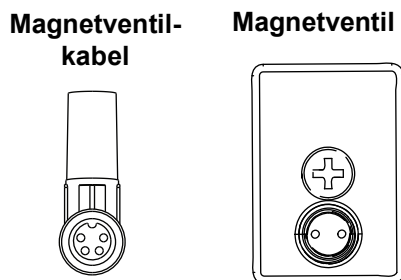
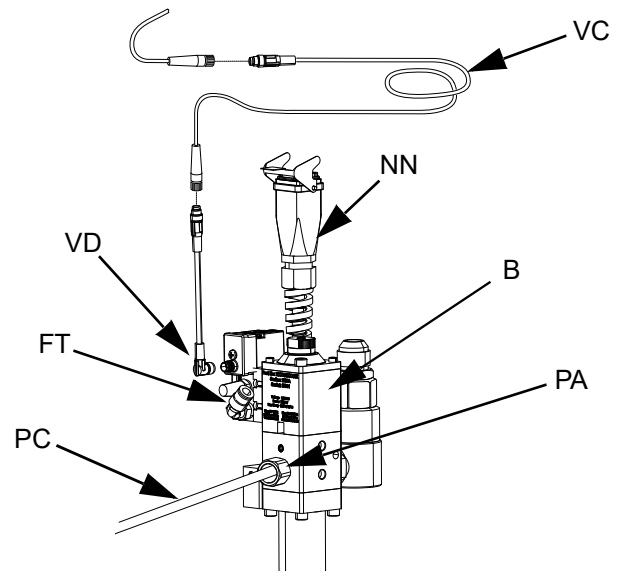

FIG. 30
FIG. 31
12. Anslut tryckluften (AR) (medföljer ej) till luftanslutningen (FT) på utmatningsventilens magnetdon. Se bruksanvisning och komponenthandbok, iQ-utmatningsventil. Se FIG. 31.
- a. Anslut magnetventilkabeln (VC) till M8 4-stiftsändan av delarkabeln som är fäst till uttag 4 på eldrivningen (AB). Se **Eldrivenheters kommunikationsanslutningar** för enkel tryckmatare på sidan 18. Se FIG. 31.
- b. Anslut 90-gradersändan av den levererade M8 4-stiftskabeln (VD) till utmatningsventilen och den raka änden av magnetventilkabeln till (VC). Se FIG. 31.
- a. Anslut utmatningsventilens magnetdonskabel till tandemutmatningsventilens magnetdons kontakt (YY) på tandemblocket (R).
- b. Anslut 90-gradersändan av den levererade M8 4-stiftskabeln (15N040) till utmatningsventilen och den raka änden av magnetventilkabeln till (VC). Se FIG. 31.
- c. Anslut en hanände av M8 4-stiftsdelaren (TT) på tandemblocket (R) till M8 4-stiftsändan av delarkabeln fäst till uttag 4 på eldrivningen (AB) av tryckmatare 1 och tryckmatare 2. Se **Eldrivenheters kommunikationsanslutningar** för **Dubbel tryckmatning** på sidan 19.
**OBSERVERA:** Kontrollera att stiften på magnetventilkabeln är orienterade som i FIG. 30 innan kabeln sätts i magnetventilen.